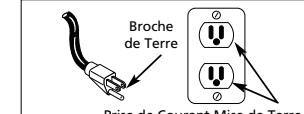

Figure 1 - Méthode de mise à la terre
1. Ce produit est conçu pour l'utilisation d'un circuit de 120 volts et à une fiche de mise à la terre comme celle indiquée sur la Fig. 1. Assurer que le modèle est branché à une prise de courant qui a la même configuration que la fiche. Ce produit doit être mis à la terre. Dans l'évenement d'un court-circuit, la mise à la terre diminue le risque de secousse électrique en fournissant un fil d'échappement pour le courant électrique. Ce produit est équipé avec un cordon qui a un fil de terre avec une fiche de terre. La fiche doit être